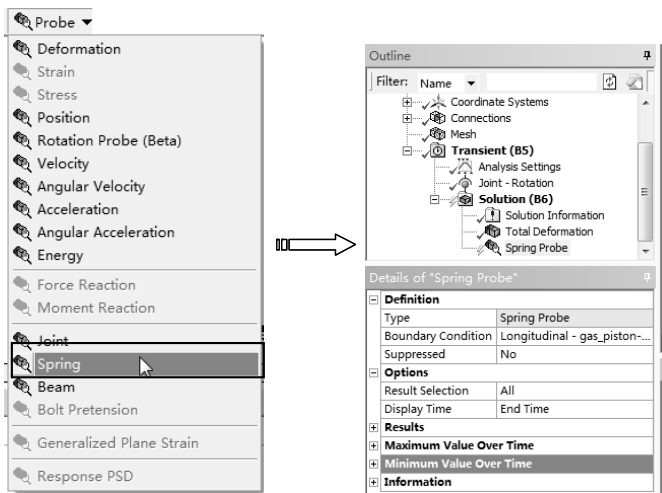

图 10-97 插入弹簧探测
3) 在【Outline (分析树)】中选择【Solution (B6)】节点，出现【Solution】工具栏。单击【Solution】工具栏上的【Probe】|【Spring】命令，此时在分析树中插入【Spring Probe】项，在详细设置窗口中设置【Boundary Condition】为弹簧连接，如图 10-97 所示。